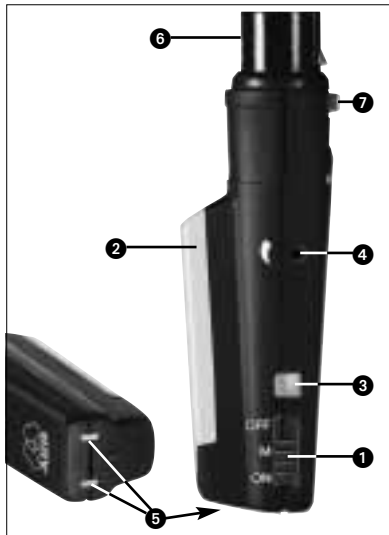

Fig. 1: Controles do SO 40
2.5 Elementos de controle (Veja fig. 1)